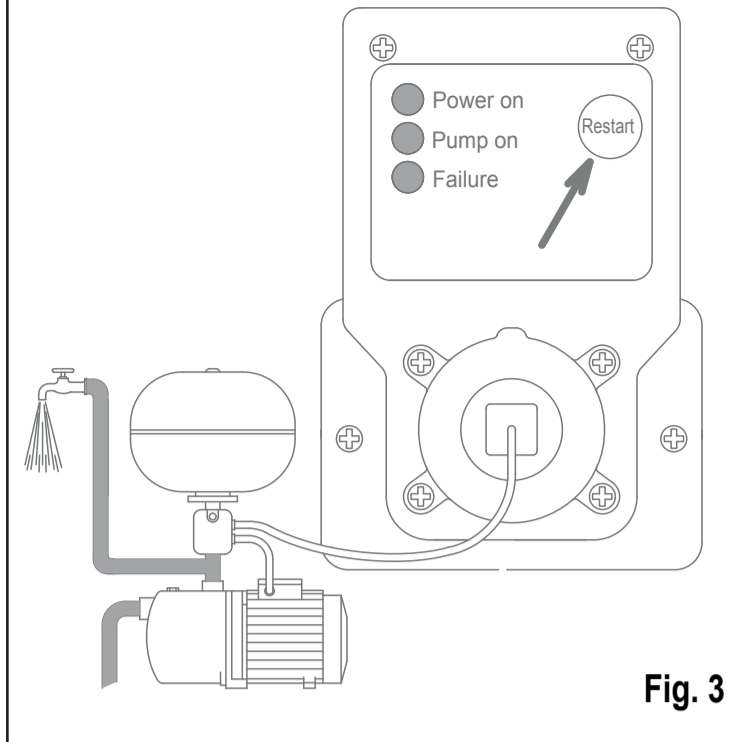

Fig. 3
- Press the red "Restart" button within 10 seconds after connecting the power supply cable. The green "Power on" Led will remain on, the yellow "Pump on" Led will light up and the red "Failure" Led will stop blinking and remain steady while the device acquires the motor data (Figure 3).
- Appuyer sur la touche rouge " Restart " dans les 10 secondes après l'insertion du câble d'alimentation. Le voyant vert " Power on " reste allumé, le voyant jaune " Pump on " s'allume, le voyant rouge " Failure " passe de clignotant à fixe et l'appareil acquiert les données du moteur (Fig. 3).
- Innerhalb von 10 Sekunden nach Anschluss des Netzkabels die rote Taste „Restart“ betätigen. Die grüne Led „Power on“ leuchtet weiterhin, die gelbe Led „Pump on“ leuchtet ebenfalls, die rote Led „Failure“ leuchtet jetzt durchgehend und das Gerät erfasst die Motordaten (Abb. 3).
- После подключения питания нажмите красную кнопку «Restart» и удерживайте ее в течение 10 секунд. Зеленый индикатор «Power on» будет по-прежнему гореть, дополнительно загорится желтый индикатор «Pump on», а красный индикатор «Failure» перестанет мигать, и будет гореть, пока происходит сбор данных электродвигателя (рис.3).